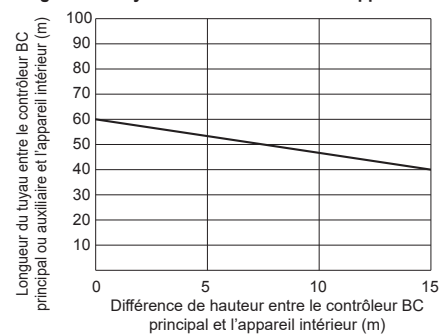

Fig. 1
- *2 Reportez-vous à la Fig. 1. (Néanmoins lorsque le modèle d'appareil intérieur P/M200 ou P/M250 est connecté, la distance maximale admissible entre le contrôleur BC et l'appareil intérieur le plus éloigné est de 40 m).
- *3 Lorsque la longueur de tuyauterie ou la différence de hauteur dépasse la limite indiquée dans la Fig. 1, connectez n contrôleur BC auxiliaire au circuit. La limite d'un circuit avec un contrôleur BC auxiliaire est indiquée dans la Fig. 2.
Lorsque vous utilisez le modèle P/M140 ou un modèle plus grand d'appareils intérieurs, la limite indiquée dans la Fig. 1 ne peut être dépassée.
***3** Lorsque la longueur de tuyauterie ou la différence de hauteur dépasse la limite indiquée dans la Fig. 1, connectez un contrôleur BC auxiliaire au circuit. La limite d'un circuit avec un contrôleur BC auxiliaire est indiquée dans la Fig. 2.